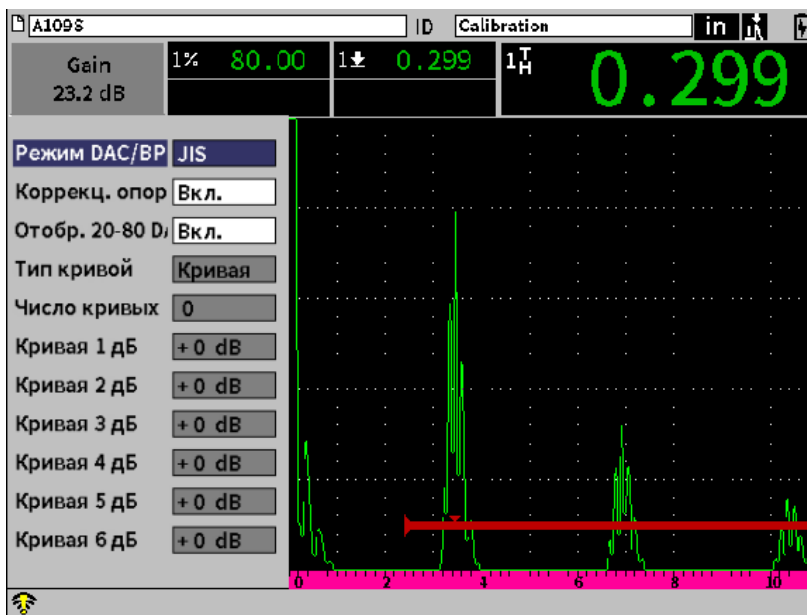

Рис. 11-15 Режим JIS
2. В диалоговом окне DAC/ВРЧ, с помощью ручки регулятора установите **Режим DAC/ВРЧ на JIS** (см. Рис. 11-15 на стр 176).